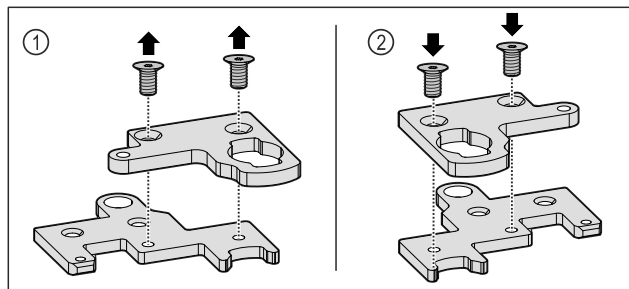

Fig. 29
- ▶ Szerelje ki a kétrészes zsanért. Fig. 29 (1)
- ▶ Szerelje vissza a kétrészes zsanért 180°-kal elforgatva. Fig. 29 (2)